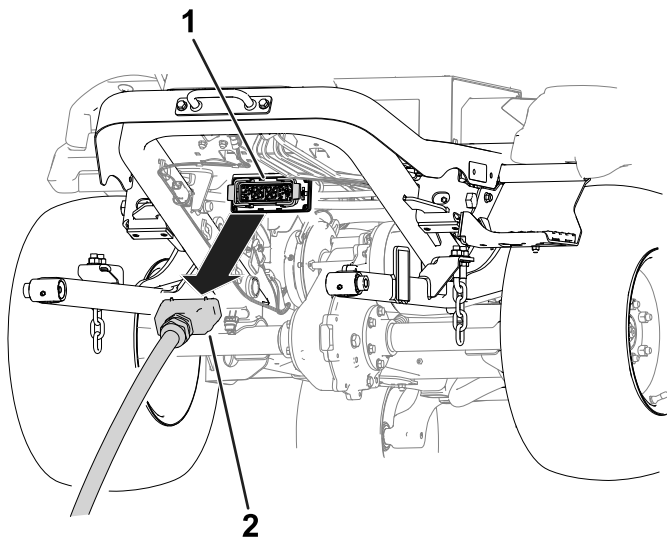

**Bild 19**
4. Entfernen Sie die Schrauben und Unterlegscheiben, mit denen die Hubarme an den Laufradarmen befestigt sind (Bild 19).